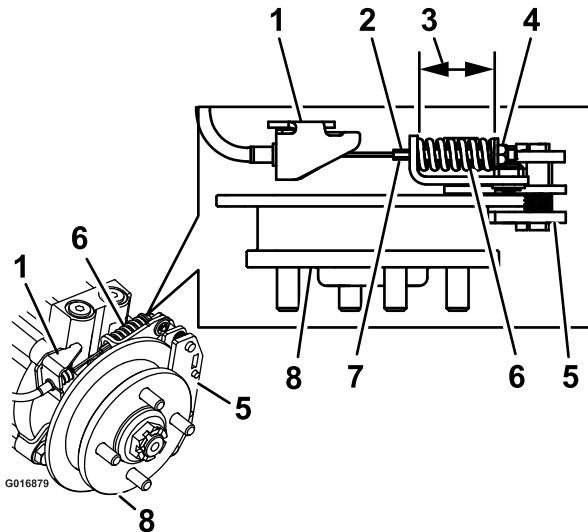

Figura 75
9. Sujete el extremo de la varilla roscada con una herramienta y ajuste la contratuerca hasta que el muelle mida de 3.8 a 4.0 cm (1-1/2 a 1-9/16 pulgadas) (Figura 75). No deje que el cable gire mientras se aflojan las tuercas.